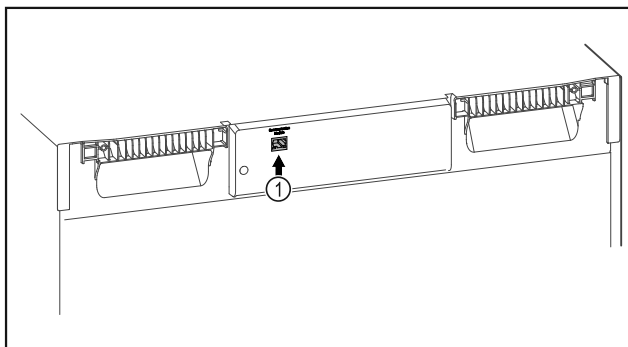

Fig. 110
- SmartModule Fig. 110 (1) inserito.